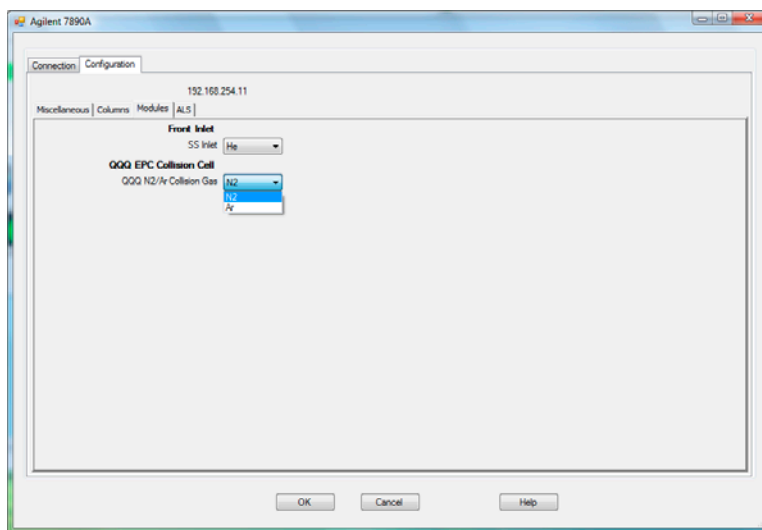

図 11 コリジョンセルガスのコンフィグレーション
- 3 [ モジュール (Modules)] タブを選択して画面を開きます。図 11 を参照してください。